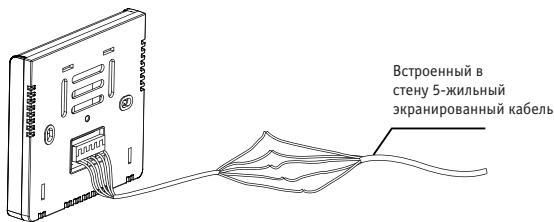

Рис. 3-3
- 3 Провода пульта управления соедините с 5-жильным кабелем, встроенным в стену (рис. 3-3).